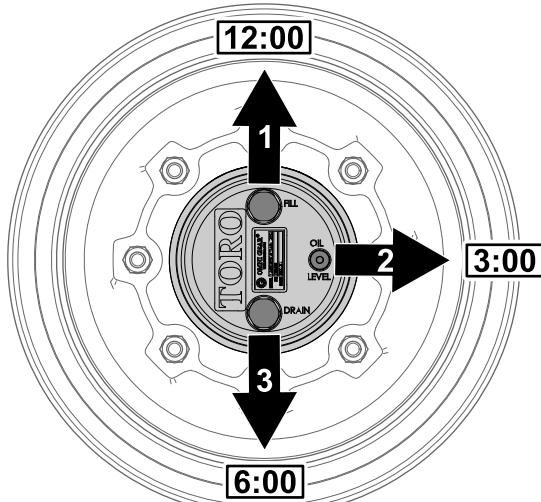

Figura 72
1. Estacione a máquina numa superfície plana, posicione a roda de forma a que o tampão de enchimento fique na posição das 12 horas, o tampão de verificação fique na posição das 3 horas e o tampão de drenagem fique na posição das 6 horas (Figura 72).
- Retire o tampão de verificação da posição das 3 horas (Figura 72).
enchimento fique na posição das 12 horas, o tampão de verificação fique na posição das 3 horas e o tampão de drenagem fique na posição das 6 horas; consulte Figura 72 em **Verificação do lubrificante da transmissão da engrenagem planetária** (página 75).